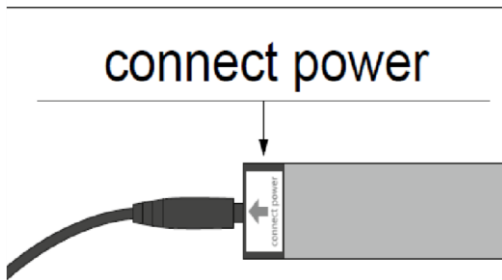

Figura.4: Conexión del cable de alimentación a la barra con el sensor infrarrojos.
3. El enchufe principal de la fuente de alimentación de 12 V debe estar conectado a un lado especialmente marcado de la tira LED con sensor infrarrojos. Esta barra está etiquetada con la siguiente nota: "Connect power". Conecte el cable de alimentación en el lado marcado (vea la Figura 4).